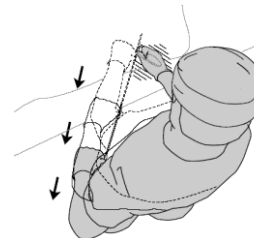

図4 ディフレクタブルカテーテルのスリッティング
- ディフレクタブルカテーテルのハブをスリッタの刃に当て、X線透視下でリード等を造影しながら、ゆっくりとガイドワイヤカテーテルを引く。スリッタの切断面が、ハブ及びカテーテルシャフトの軸線と平行になるように保つ(図4)。
- c. ディフレクタブルカテーテルのハブをスリッタの刃に当て、X線透視下でリード等を造影しながら、ゆっくりとディフレクタブルカテーテルを引く。スリッタの切断面が、ハブ及びカテーテルシャフトの軸線と平行になるように保つ(図4、7)。